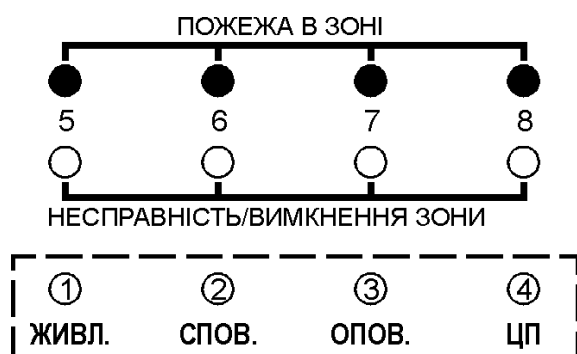

Рис. 7.1 – Індикація функцій на 3-му рівні доступу.
для 8-ї Індикація приписаних зон відображається на індикаторах «живл.» - «ЦП» відповідно (див. рис. 7.1) Якщо індикатор зони світиться, відповідна йому зона призначена в поточній секції.
[\*][01][1 2][#] – індикатори зон 1 та 2 (рис. 7.1) світяться.
[\*][02][1 4][#] – індикатори зон 1 та 4 (рис. 7.1) світяться.
[\*][03][4][#] – індикатор зони 4 (рис. 7.1) світиться.
**[\*][04][1][#]** – індикатор зони 1 (рис. 7.1) світиться.
**[\*][05][1 2 3][#]** – індикатори зон 1-3 (рис. 7.1) світяться.
**[\*][06][3][#]** – індикатори зон 3 та 4 (рис. 7.1) світяться.
**[\*][07][1][#]** – індикатор зони 1 (рис. 7.1) світиться.